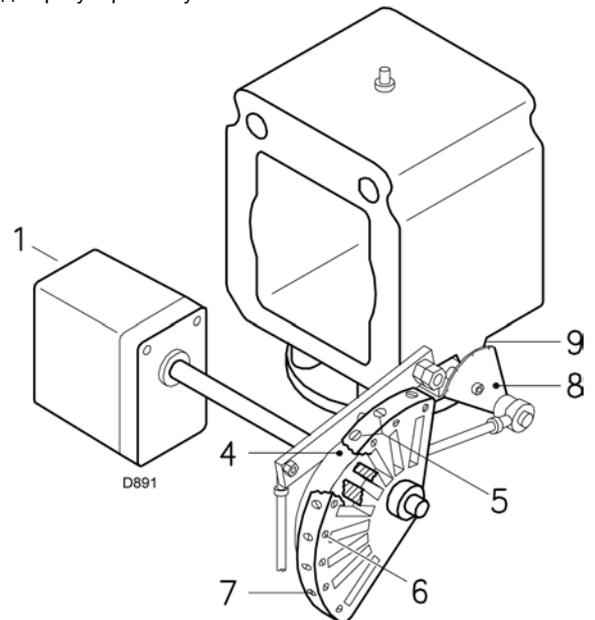

Рис. 28
Измените профиль эксцентрика (4) (рисунок 28), поворачивая винты (7).